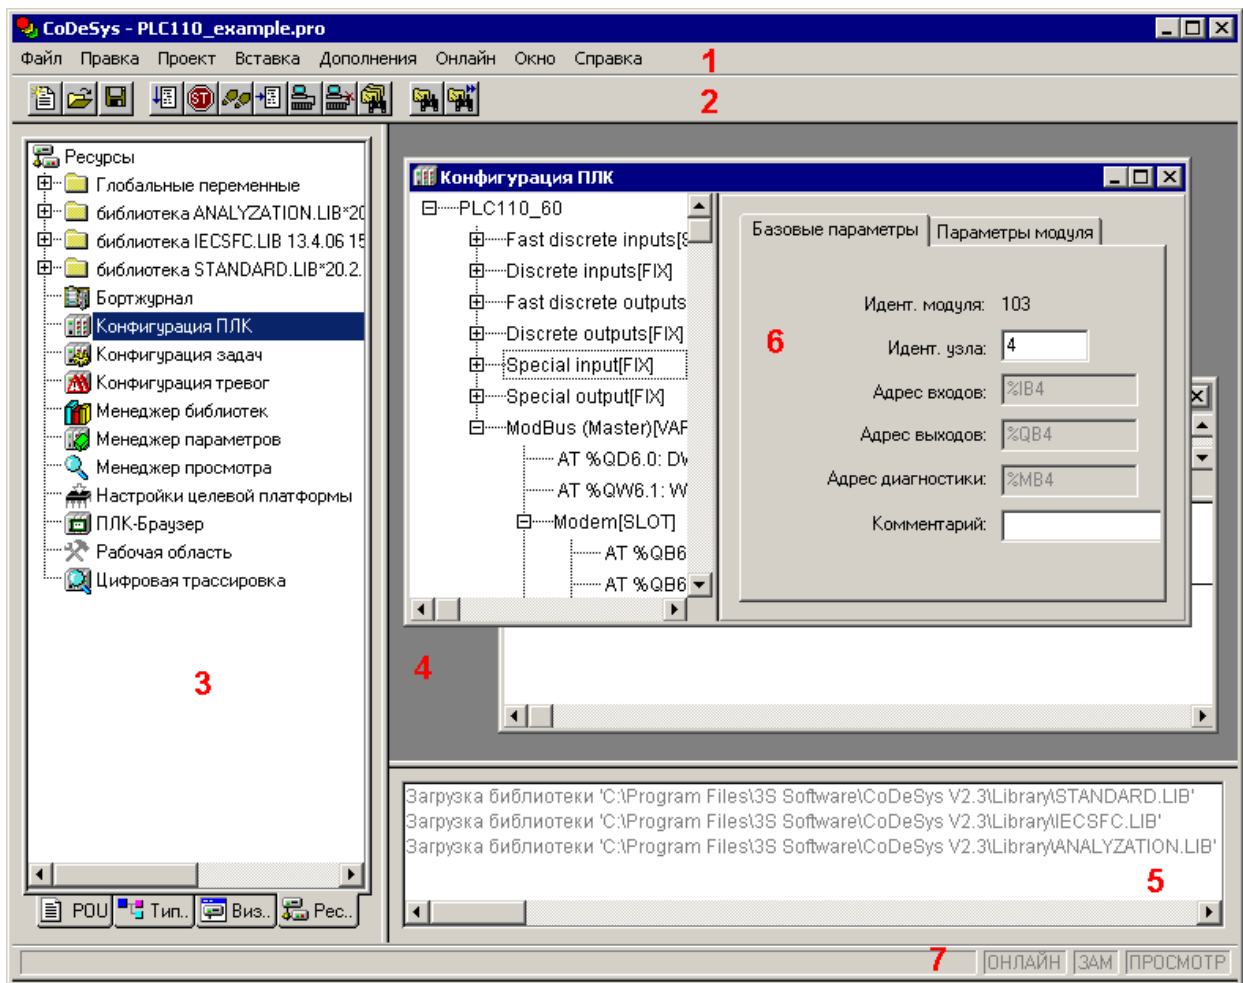

Рисунок 3.3 – Главное окно ПО CoDeSys
После запуска ПО CoDeSys открывается Главное окно программы (см. рисунок 3.3).
- 2) В открывшемся главном окне ПО CoDeSys (рисунок 3.3) – вызвать команду «Файл | Новый (File | New)» главного меню или нажать кнопку «Новый (New)»  панели инструментов.